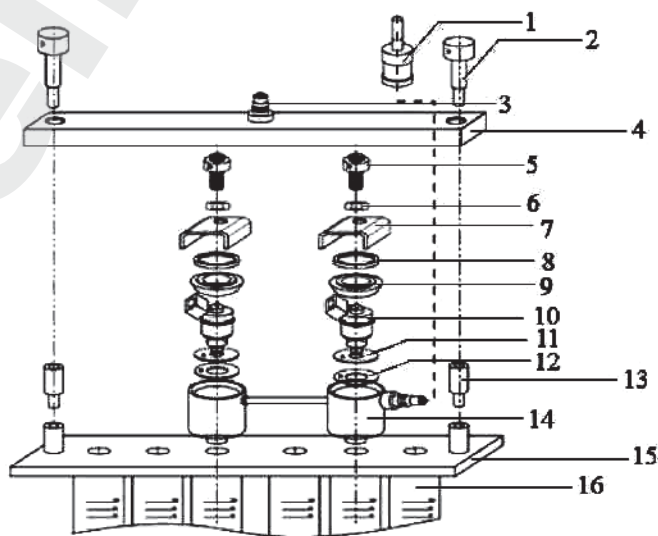

Рис. 2.3 Схема установки инжектора с боковой подачей топлива
5. Установите топливную рампу вместе с цилиндрами на панель (16), и зафиксируйте их с помощью винтов (2). См. рис. 2.3.
6. Соедините топливную рампу с топливопроводным шлангом с помощью разъема (1).